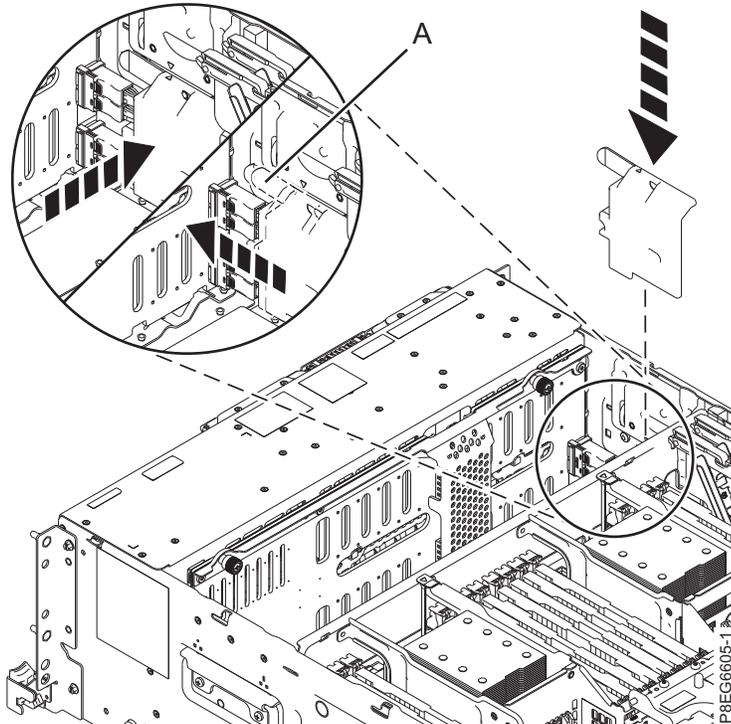

Figura 9. Substituindo a cobertura do cabo SAS
8. Substitua a tampa do cabo SAS. Organize os cabos na lateral do chassi antes de substituir a cobertura do cabo. Coloque os slots da tampa nos pinos na lateral do chassi. O símbolo de triângulo na cobertura do cabo SAS se alinha ao símbolo de triângulo na lateral do chassi quando os slots da cobertura e os pinos estão alinhados corretamente. Empurre a tampa para a frente em direção à frente do sistema para travá-lo. Consulte o Figura 9 na página 10.